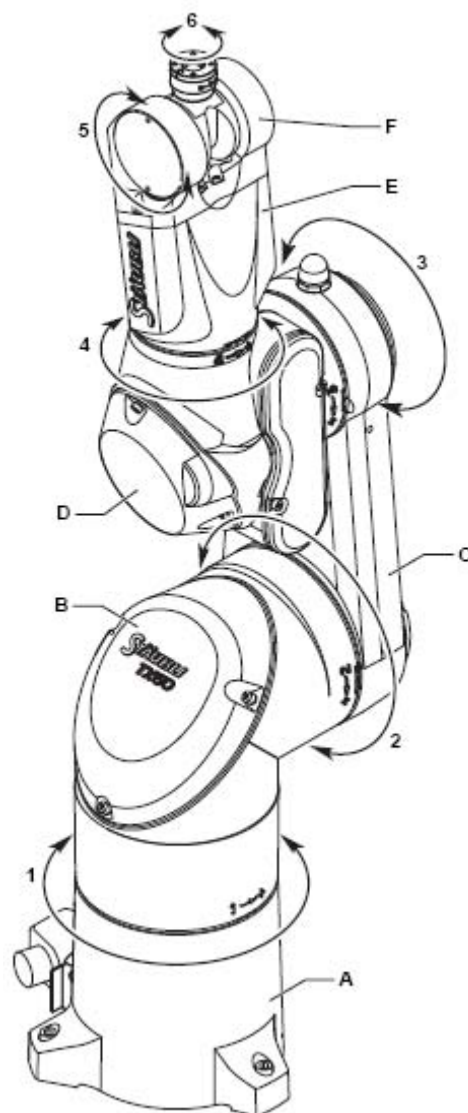

Figura A1.1. Esquema del manipulador on s'indiquen els seus diferents sòlids rígids
El braç manipulador Stäubli TX60 consta d'una cadena cinemàtica de sis sòlids rígids o elements units entre sí mitjançant sis articulacions de revolució (q_1, \dots, q_6) que ens aporten sis graus de llibertat. Tal com es pot veure a la figura A1.1 els diferents sòlids rígids del braç són: la base (A), l'espatlla (B), el braç (C), el colze (D), l'avantbraç (E) i el puny (F).